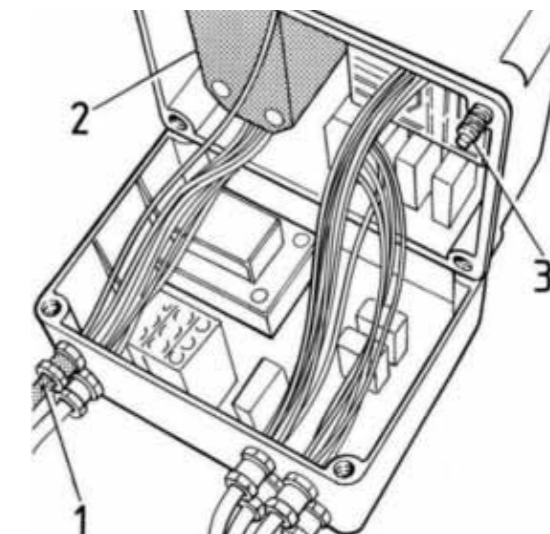

Abbildung 6
- SPANESI S.p.A. liefert mit dem Heber ein Kabel mit 2,5 m Länge und vierpoligem Stecker. Diese Länge ist normalerweise für die meisten Anschlüsse ausreichend. Sollte die Steuerkonsole aus unausweichlichen Gründen so angeordnet werden müssen, dass das mitgelieferte Kabel unzureichend ist, so muss ein komplett neues Kabel gelegt werden. Dazu wie folgt vorgehen (Abb. 6):
- Die Stromversorgung ist an den Heber-Schaltkasten angeschlossen werden, dazu das Kabel durch den entsprechenden Durchgang (1) ziehen bis nahe der Klemmenleiste mit der Angabe der Stromversorgungsspannung (2 - Abb.6). Die drei Phasenleiter sind an die entsprechenden Klemmen, gekennzeichnet L1, L2, L3, anzuschließen. Der Erdungsleiter muss an die gelb-grüne Erdungsklemme angeschlossen werden.